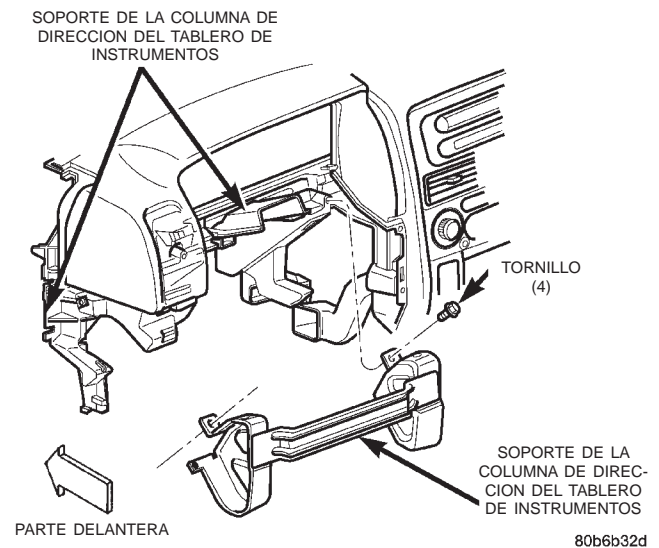

Fig. 9 Desmontaje e instalación del soporte de la columna de dirección del tablero de instrumentos
(1) Desconecte y aisle el cable negativo de la batería.
(2) Retire la cubierta de la abertura de la columna de dirección del tablero de instrumentos. Para informarse sobre los procedimientos, consulte **cubierta de la abertura de la columna de dirección** en la sección Desmontaje e instalación de este grupo.
(3) Retire los cuatro tornillos que fijan el soporte de la columna de dirección al soporte de la columna de dirección del tablero de instrumentos (Fig. 9).
(4) Retire el soporte de la columna de dirección del soporte de la columna de dirección del tablero de instrumentos.